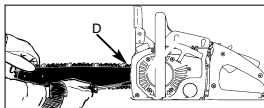

Abb. 5
1. Sostenga la nariz de la barra guía hacia arriba y dé vuelta al tornillo de ajuste (D) en DIRECCION DE LAS MANECILLAS DEL RELOJ para incrementar la tensión de la cadena. Dando vuelta al tornillo en DIRECCION CONTRARIA DE LAS MANECILLAS DEL RELOJ reducirá la suma de la tensión de la cadena. Asegúrese que la cadena se enrolde ordenadamente todo el camino alrededor de la barra (Fig. 5).